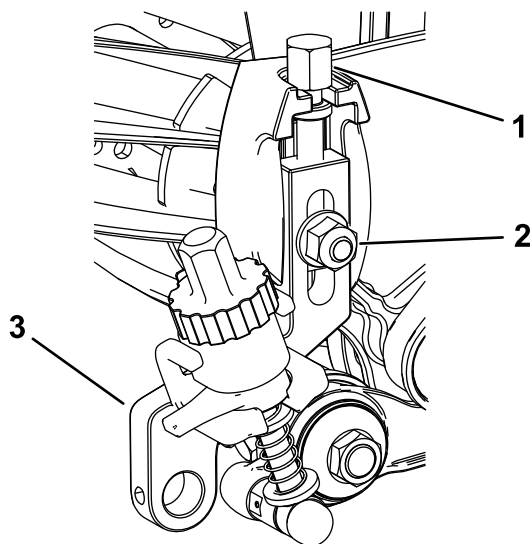

Figura 21
- Avvitare le viti di regolazione dell'altezza di taglio rimosse in precedenza nella parte superiore dei gruppi dell'altezza di taglio (Figura 21).
- Montate i gruppi dell'altezza di taglio sulle piastre laterali dell'apparato di taglio con il bullone per aratro, il dado e la rondella speciale precedentemente rimossi (Figura 21).